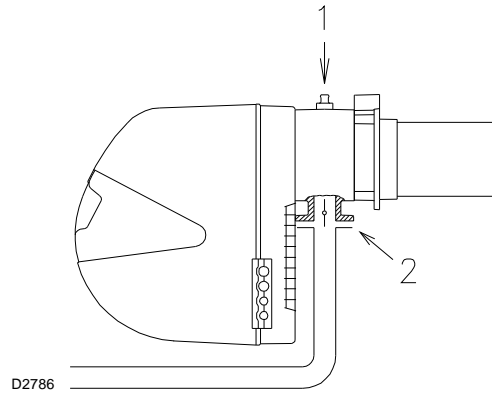

Fig. 26
La presión del colector se mide en el punto de prueba 1)(Fig. 26), con:
- Reste la presión de la cámara de combustión de la presión de gas medida en la toma 1)(Fig. 26).
- Presión de gas en la toma 1)(Fig. 26) = 3,66" CA